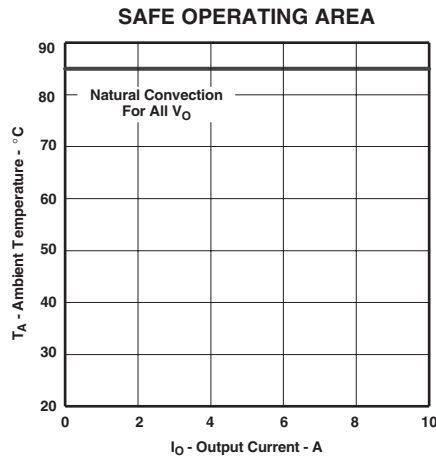

図 4
- (2) 温度ディレーティング曲線は、内部コンポーネントの温度がメーカーの指定した最高動作温度以下になる条件を表します。このディレーティング制限は、2オンス (56.69グラム) の銅を使用した、100mm×100mmの両面基板に直接半田付けされたモジュールに対して適用します。表面実装パッケージ (ASおよびAZの各サフィックス) では、複数のビアを使用する必要があります。詳細については、メカニカル仕様を参照してください。これらは、図4に対して適用されます。